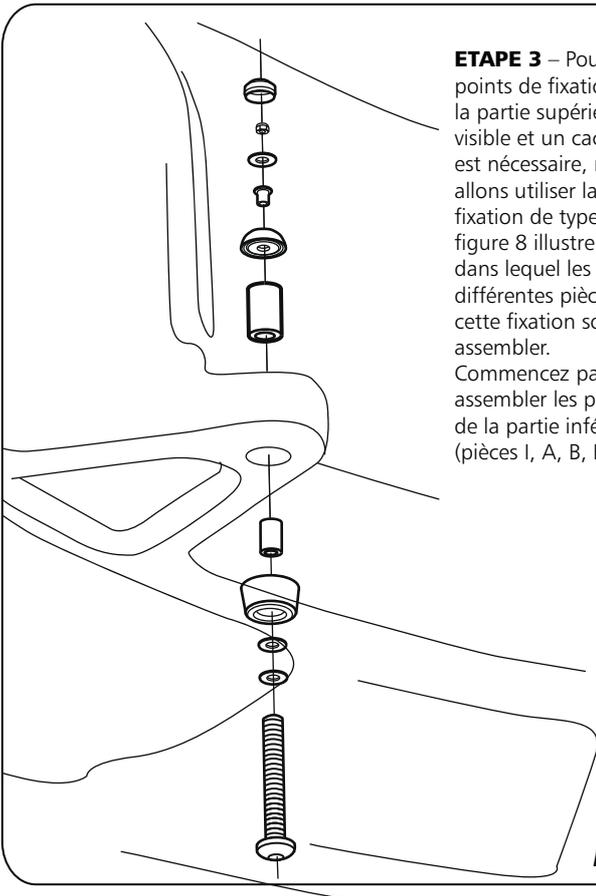

Figure 8
**ETAPE 3** – Pour les points de fixation dont la partie supérieure est visible et un cache-vis est nécessaire, nous allons utiliser la fixation de type 2. La figure 8 illustre l’ordre dans lequel les différentes pièces de cette fixation sont à assembler. Commencez par assembler les pièces de la partie inférieure (pièces I, A, B, B et J).